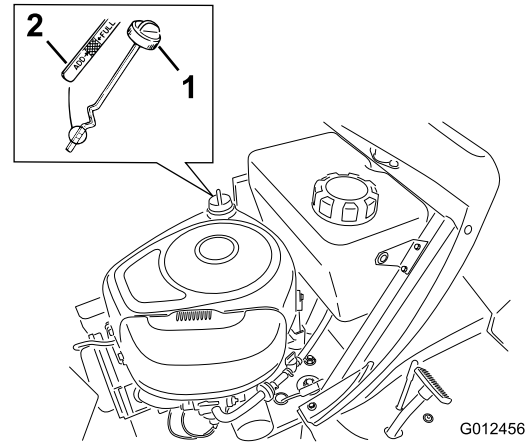

Bild 25
7. Reinigen Sie den Bereich um den Ölpeilstab (Bild 25), damit kein Schmutz in den Einfüllstutzen gelangen und den Motor beschädigen kann.
8. Schrauben Sie den Ölpeilstab los und wischen Sie das Metallende ab (Bild 25).
9. Schrauben Sie den Ölpeilstab vollständig in den Einfüllstutzen (Bild 25).
- Reinigen Sie den Bereich um den Ölpeilstab und drehen den Verschlussdeckel ab (Bild 25).
- Gießen Sie ca. 80 % der angegebenen Ölmenge langsam in den Einfüllstutzen (Bild 25).